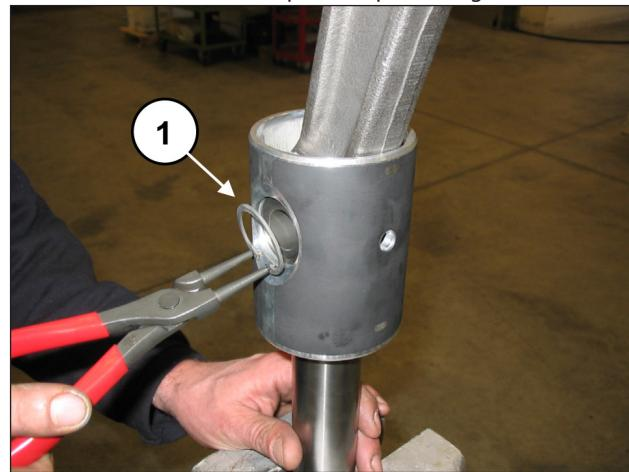
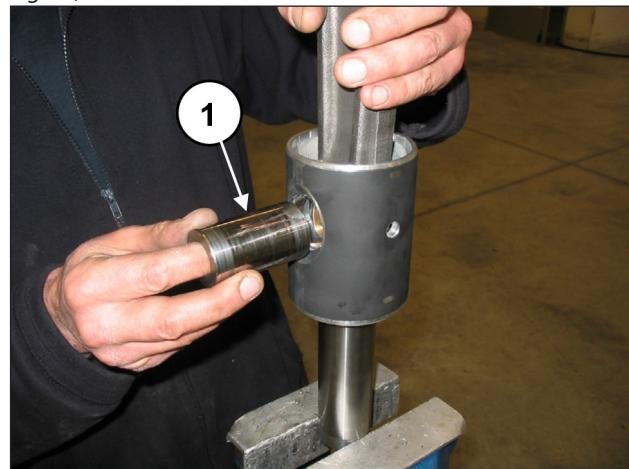
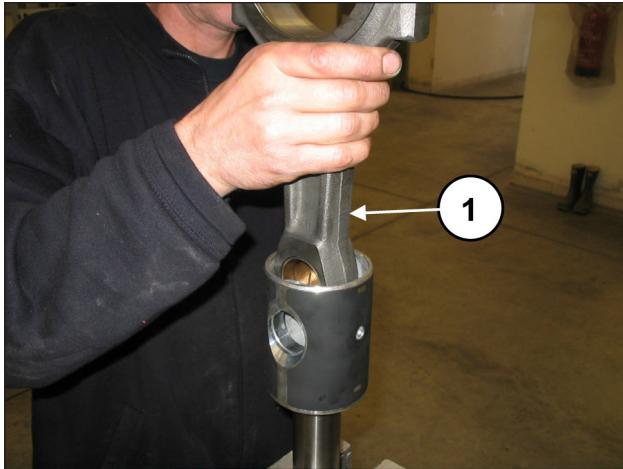

Fig. 43
Fig. 44
Fig. 45
Desmontar las 2 anillas seeger de bloqueo de la clavija utilizando la herramienta específica (pos. ①, Fig. 43).
Extraer la clavija (pos. ①, Fig. 44) y extraer la biela (pos. ①, Fig. 45).
Introducir la biela en la guía del pistón (pos. ①, Fig. 45) y, a continuación, introducir la clavija (pos. ①, Fig. 44). Aplicar las dos anillas seeger de tope con la herramienta específica (pos. ①, Fig. 43).